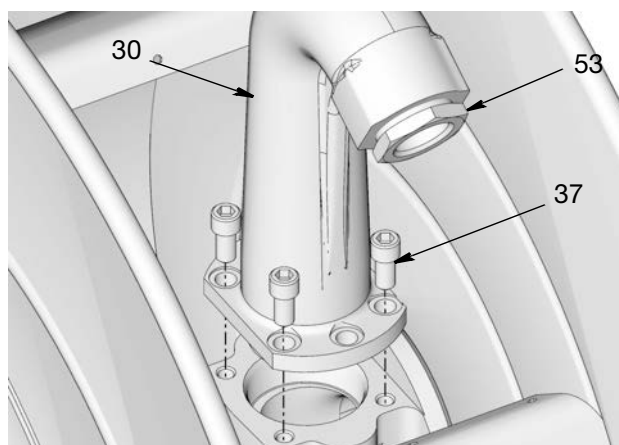

ABB. 6: Niederdruckauslass in der Abbildung. Bei Mitteldruckmodellen werden 6 Schrauben verwendet.
3. Um den Schlaucheinbau zu erleichtern, empfiehlt Graco, den Auslass (30) von der Spule zu entfernen. Dazu die Schrauben (37), mit denen der Auslass an der Spule befestigt ist, entfernen (ABB. 6).
4. Gewindedichtmittel auf die Gewinde des Übergangsstücks (53) auftragen oder diese mit PTFE-Band umwickeln (sofern erforderlich). Dann das Übergangsstück (53) in das Ende des Auslasses einbauen (ABB. 6). Zwei Schraubenschlüssel an den Flächen ansetzen und das Übergangsstück so sicher am Auslassfitting festziehen.